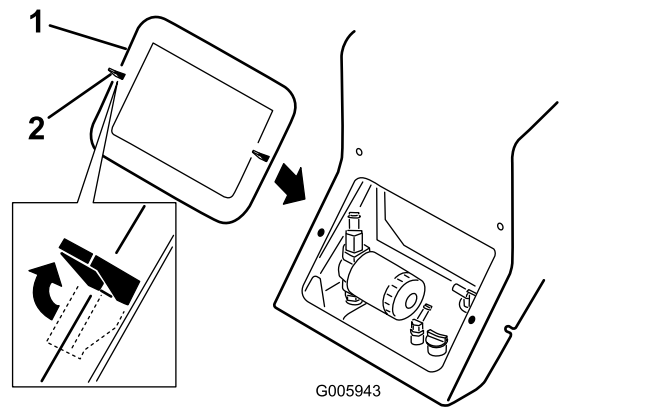

Figura 22
- Rilasciate le 2 alette di bloccaggio (Figura 22, aletta superiore sinistra).